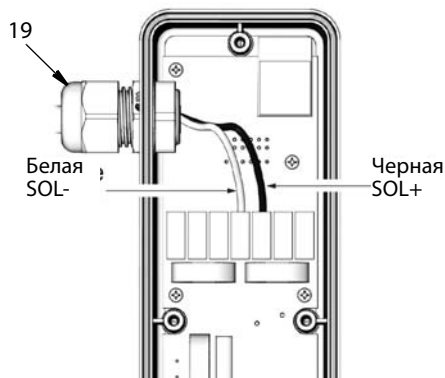

Рис. 35
5. Внутри корпуса электроники регулятора (2) отсоедините провода нейтрали (белый) и фазы (черный) от клемм SOL - (белая) и SOL + (черная) клеммной колодки (Рис. 35).
6. Ослабьте кабельный ввод (19) и полностью отсоедините кабель (Рис. 35).